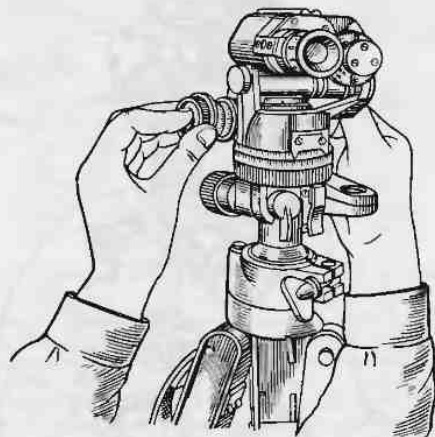
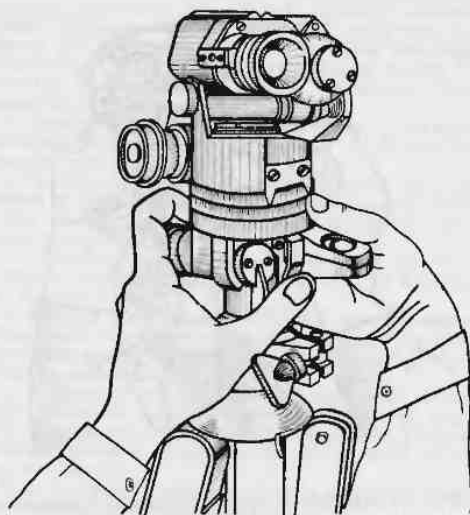

РИС. 17. ИЗМЕРЕНИЕ УГЛА В ГОРИЗОНТАЛЬНОЙ ПЛОСКОСТИ
РИС. 18. ИЗМЕРЕНИЕ УГЛА В ГОРИЗОНТАЛЬНОЙ ПЛОСКОСТИ
- установить на угломерной шкале 27 и шкале 30 отсчет 0—00, для чего, нажав одной рукой на рычажную рукоятку 41, другой подвести нулевое деление грубой угломерной шкалы 27 под риску «У» индекса 39 (см. рис. 18). Придерживая пальцами круглую рукоятку 38 (рис. 4), как показано на рис. 17, повернуть шкалу 30 (рис. 6) до совмещения нуля с индексом;